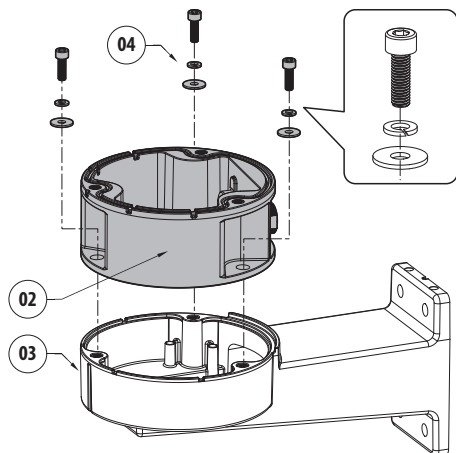

Fig. 2
En cas d'installation combinée au support UEBW, fixer le support avec connecteurs à fixation rapide (02) au support mural (03) à l'aide des vis et des rondelles (04) fournies, en veillant à l'alignement des deux supports (Fig. 2, page 3).